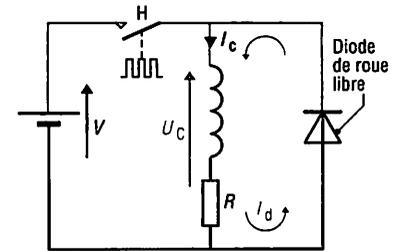

Fig. 28 : Schéma de hacheur avec inductance + résistance.
6.2. Cas d'une charge résistive plus inductive (fig. 28)